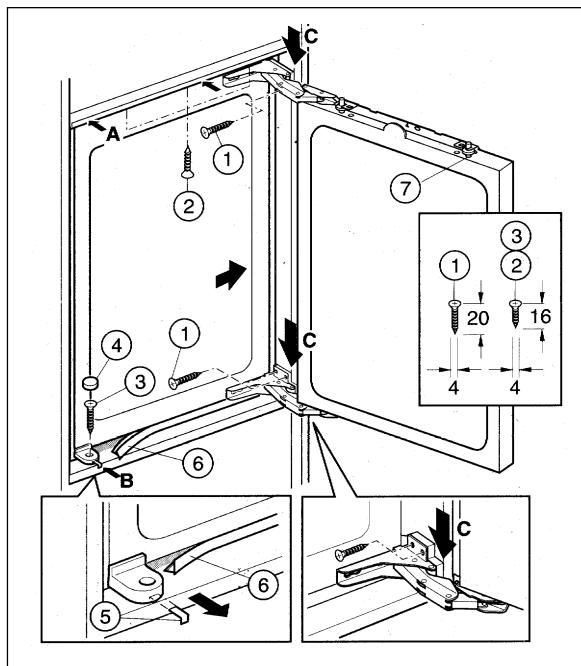

Рис. 4
- Вставьте прибор в высокий шкаф таким образом, чтобы верхняя стопорная планка (**рис. 4/А**), истопоры на элементе крепления к нише (**рис. 4/В**) уперлись в передний край ниши.
- На стороне петли нажмите на прибор, он должен войти в шкаф настолько, чтобы передний край прокладки петли (**рис. 4/С**) был заподлицо с передним краем ниши.
- Приверните прибор к нише сбоку (**рис. 4/1**), сверху (**рис. 4/2**) и снизу (**рис. 4/3**). Вставьте колпачок (**рис. 4/4**).
- Отрежьте стопор (**рис. 4/5**), установите профильную планку (**рис. 4/6**) (если она входит в комплект поставки) в нижний зазор.
- Отверните с двери юстировочную планку (**рис. 4/7**).